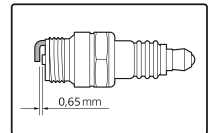

Рис. 17.3
3. Свеча зажигания (рис. 17.3).